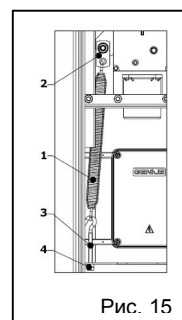

Рис. 15
Для работы системы автоматики требуется балансирующая пружина (рис. 15, поз. 1), которую необходимо приобрести отдельно (как и стрелу). Пружину выбирают по каталогу в зависимости от длины стрелы и установленных аксессуаров (см. раздел 8).
- Снять тягу (рис. 15, поз. 3).
- Удерживая стрелу в вертикальном положении, подсоедините пружину к планке крепления (рис. 15, поз. 2). Для быстрой установки рекомендуется повернуть ушко крепления открытой частью к установщику.
- Прикрепить тягу (рис. 15, поз. 3) к нижнему ушку и вставить в монтажное отверстие.
- Затянуть одну из двух гаек (рис. 15, поз. 4), так чтобы воздействие пружины передавалось полностью.